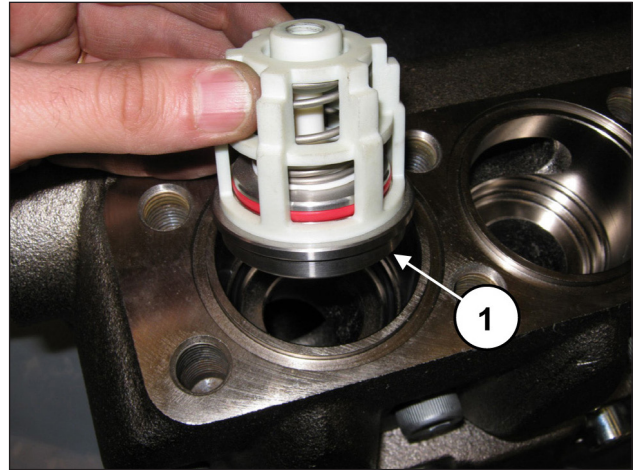

Abb. 162
Setzen Sie die Druckventilgruppe ein (Pos. ①, Abb. 162).